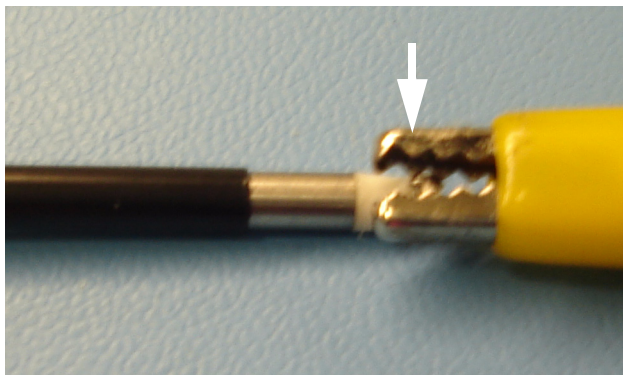

Figura 4
7. Ligar o cabo de medição de entrada activa do analisador electrocirúrgico à saída activa da sonda SERFAS Energy (ver Figura 4).